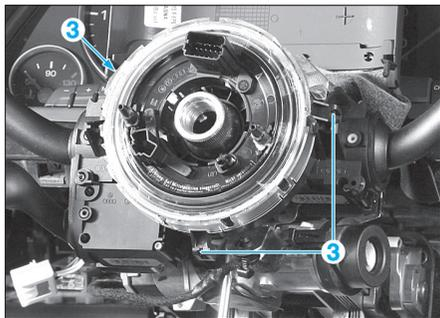

Fig. 4
- la vis 6 pans creux (2),
- Dégrafer le contacteur tournant en (3) et le déposer (Fig.4).